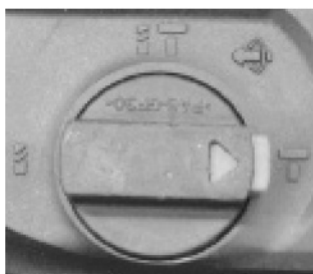

Fig. 7 – Modo rompedor
- Nesta função o mandril tem somente impacto sem rotação. É utilizada para quebrar, principalmente, alvenaria e concreto e remover revestimentos cerâmicos. Nestas aplicações devem ser utilizados ponteiros ou talhadeiras (não acompanham o produto). Utilize-os apenas para pequenas operações, como por exemplo: remover algumas cerâmicas de uma cozinha ou limpeza de concreto de uma pequena área. Para selecionar a função rompimento, pressione a trava de segurança e gire o seletor (5) para a posição , conforme mostra a Fig. 7.